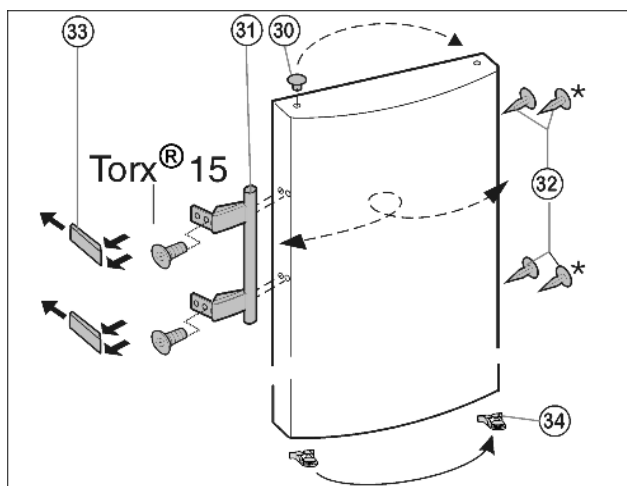

Fig. 7
- Выведите из фиксатора дверцы пружинный зажим Fig. 7 (34) и переставьте его на новую сторону шарнира.
- Извлеките пробку Fig. 7 (30) из опорной втулки дверцы и переставьте.
- Снимите и переставьте на противоположную сторону дверную ручку Fig. 7 (31), пробку Fig. 7 (32) и прижимные пластины Fig. 7 (33).